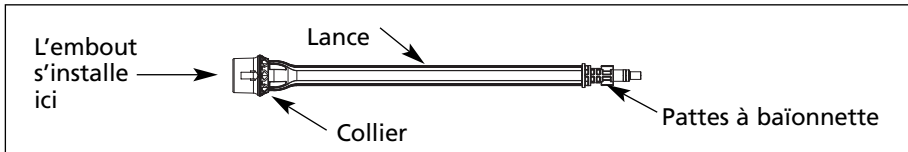

Figure 12
11. Pour changer un embout à branchement rapide, engager le verrou de la gâchette du pistolet à la position de sécurité. Tirer le col coulissant de la lance en l'éloignant de l'embout et retirer l'embout de la lance (se reporter à la figure 12).